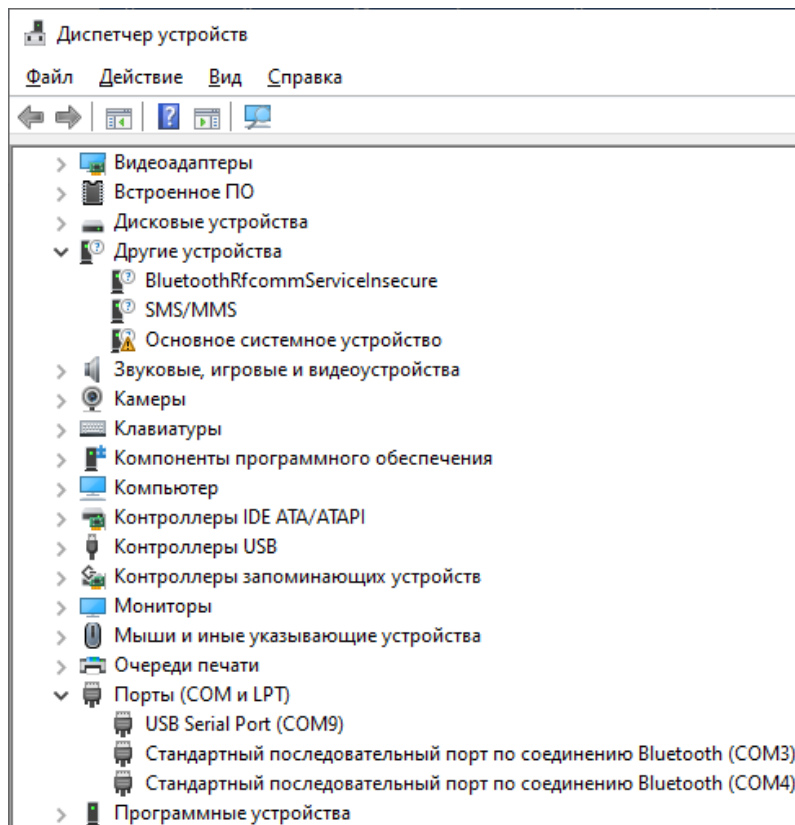

Рис. 13. Диспетчер устройств
13) Далее необходимо выставить настройки COM-порта в ПК, которые будут соответствовать настройкам в «сервере связи». Открыть диспетчер устройств (рис. 13) на ПК, выбрать во вкладке «Порты (COM и LPT)» появившийся COM-порт. В данном примере будет COM 9.